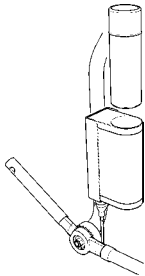

Abb. 11
1. Heben Sie den Akku aus dem Hebebügelssystem (siehe Abb. 11). Der Akku wird magnetisch gehalten. Ziehen Sie den Akku einfach aus der Steuereinheit des Hebebügel-Systems.